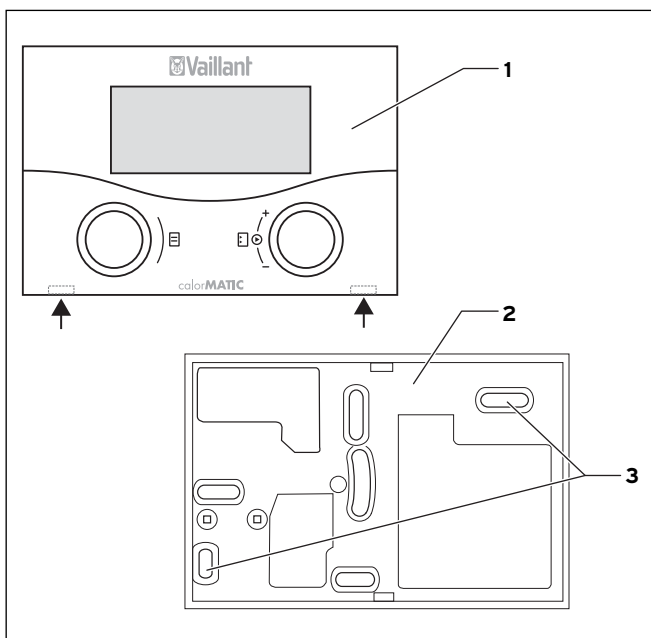

Fig. 4.6 Montage du calorMATIC 430f
- ⇒ Retirez le régulateur (1) de son socle mural (2). Pour ce faire, introduire un tournevis dans les deux colliers d'arrêt (voir flèches fig. 4.6).
- ⇒ Percez deux trous d'un diamètre de 6 mm en fonction des trous de fixation (3).